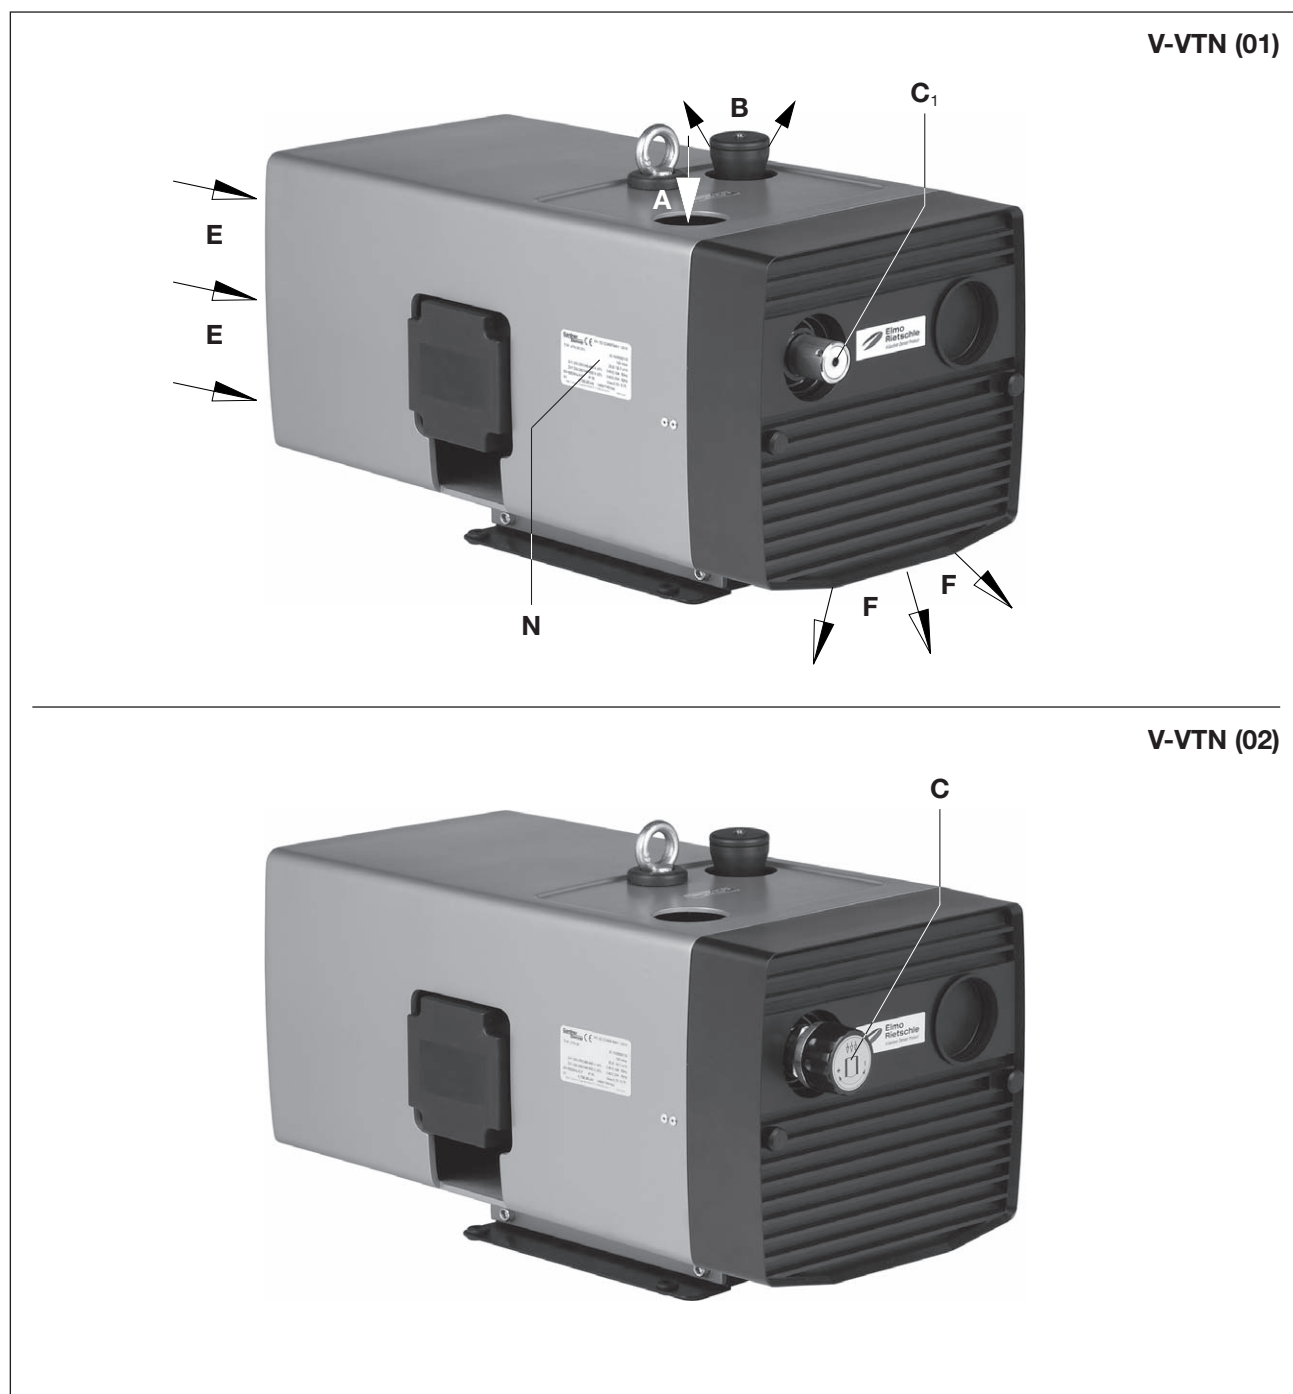
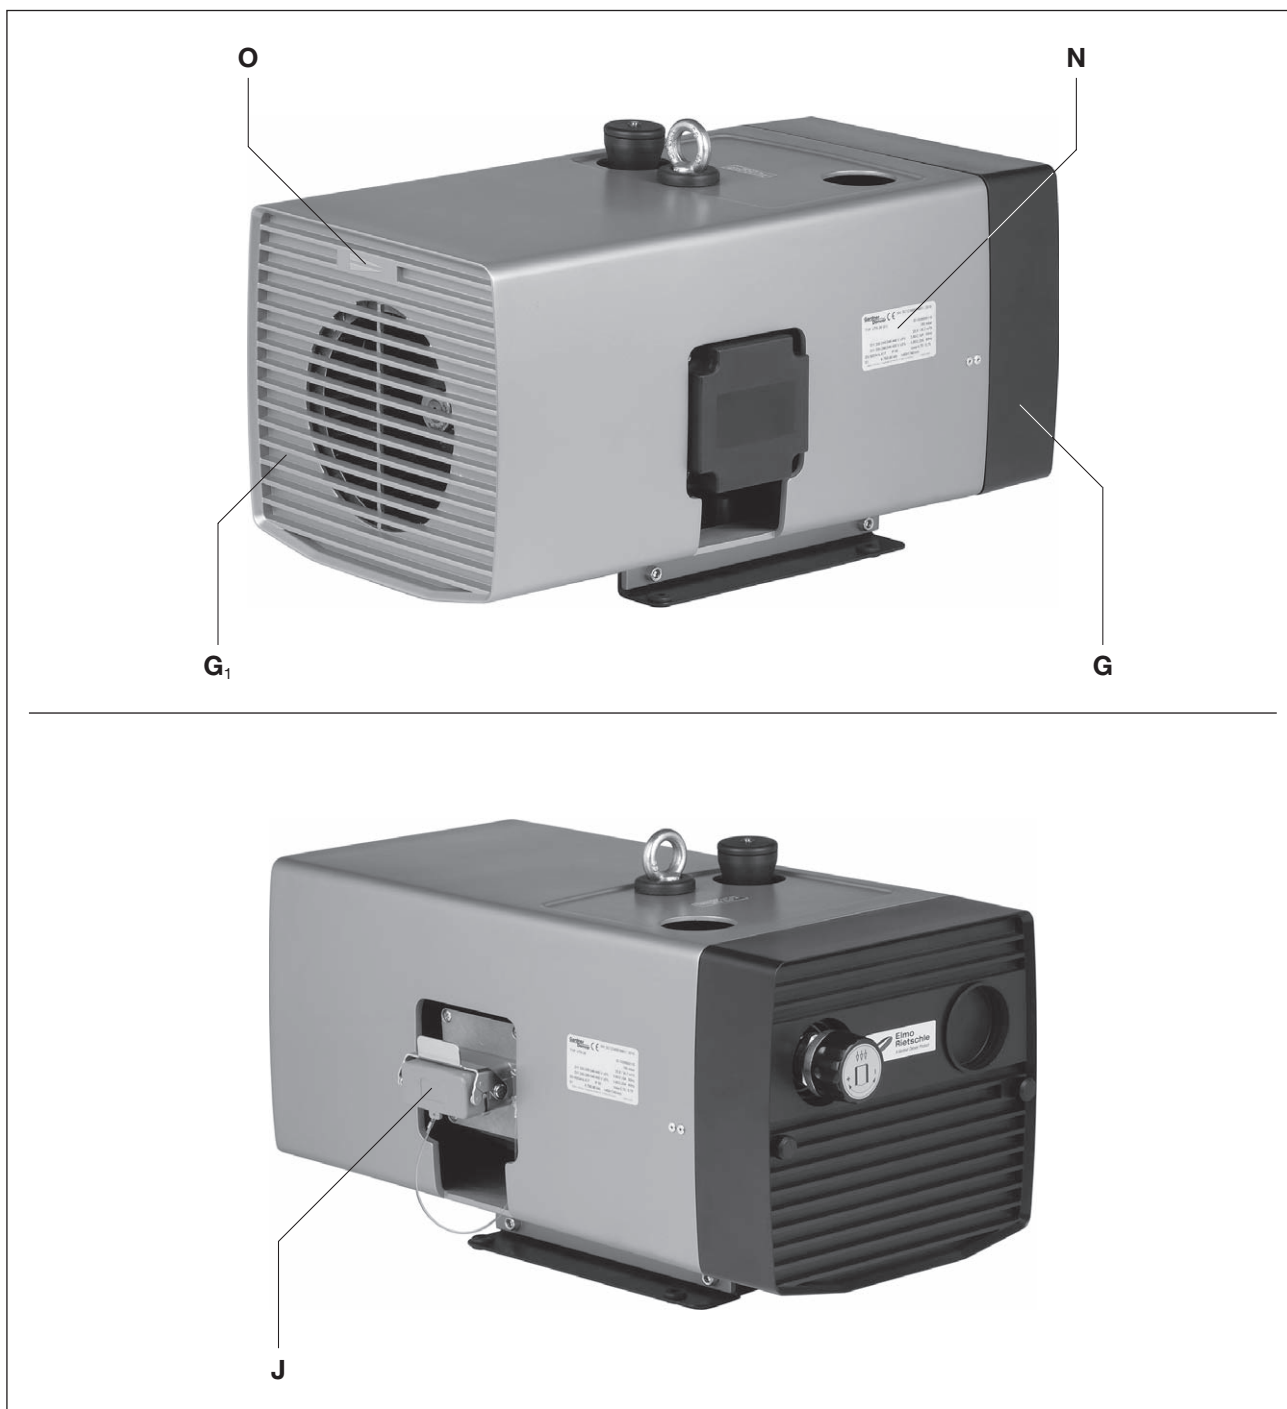

Рис. 2 Вакуумный насос V-VTN (01) / V-VTN (02)
Рис. 3 Вакуумный насос V-VTN
Модель V-VTN (02) в стандартной комплектации оснащена вакуумным регулировочным клапаном (рис. 2/С), позволяющий устанавливать нужное значение вакуума, которое не должно превышать предельно допустимую величину.
Для демонтажа продувочной (рис. 3/G) и заборной решетки (рис. 3/G₁) требуется наличие свободного места для выполнения работ по техническому обслуживанию не менее 30 см. Кроме того, необходимо учитывать, что впускные отверстия для охлаждающего воздуха (рис. 2/E) должны находиться на расстоянии не менее 10 см от следующей стены (во избежание повторного всасывания выходящего охлаждающего воздуха).
- а) Вакуумное соединение при (Рис. 2/А).
Настройка вакуума может производиться путем поворота ручки регулятора (Рис. 2/С) в соответствии с установленной на поворотной ручке шкалой регулировки.
- a) Электрические параметры двигателя находятся на заводской табличке (Рис. 2/N) или на самом двигателе. Двигатели соответствуют DIN EN 60034 и выполнены по классу защиты IP 55 и классу изоляции F. Схема соответствующего подключения находится в клеммном ящике двигателя (выпадает при осуществлении штекерного соединения). Параметры двигателя должны сравниваться с параметрами имеющейся электросети (тип тока, напряжение, частота, допустимая сила тока).
- ▷ Предусмотренное направление вращения вала привода обозначается стрелкой (Рис. 3/0).